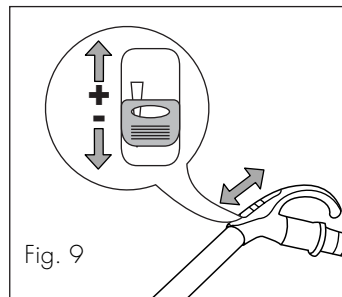

Fig. 9
Modèles avec réglage de puissance sur la poignée (C) (fig. 9)